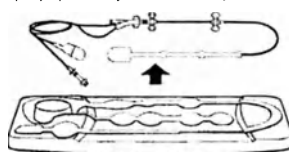

Рис. 14
- Осторожно извлеките экстракорпоральную трубку, Y-образное крепление и баллонный катетер с T-образной ручкой из лотка. (Не отсоединяйте одноканальный клапан при извлечении экстракорпоральной трубки из лотка.) (См. рис. 14.)